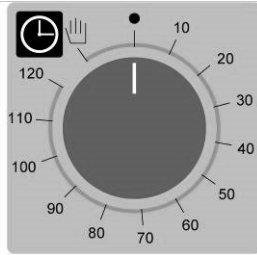

Fig. 3
**Programmation du temps de cuisson** - Mettre le bouton du programmateur (Fig. 3) sur le symbole  (fonctionnement continu) ou sur le temps voulu pour la cuisson (jusqu'à 120 minutes) pour allumer le four ; le four s'éteint automatiquement en fin de cuisson dans le second cas.